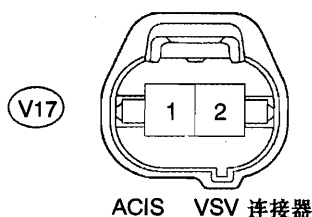
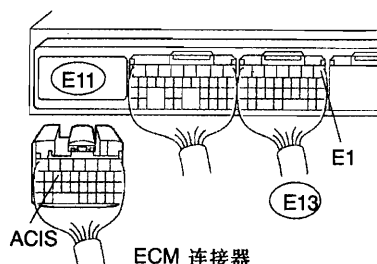

图 2-2-91
图 2-2-92
(1) 脱开 ACIS VSV 和 ECM 连接器,如图 2-2-91 和图 2-2-92 所示,检测 ACIS VSV 连接器端子 V17-2 与 ECM 连接器端子 E11-15(ACIS)间的导通性,应导通。分别检测 ACIS VSV 连接器端子 V17-2 或 ECM 连接器端子 E11-15(ACIS)与 ECM 连接器端子 E11-15(E1)间的导通性,应不导通
(2) 脱开 ACIS VSV 连接器,从发动机室继电器盒中拔出 EFI 继电器,如图 2-2-21 和图 2-2-91 所示,检测 ACIS VSV 连接器端子 V17-1 与 EFI 继电器插座端子 3 间的导通性,应导通